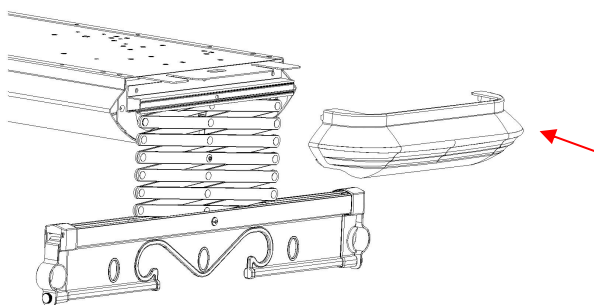

图 5
8. 盖上端盖（端盖弹簧插进安装板 U 型孔内），然后剪掉剪刀组扎带。（如图 5）